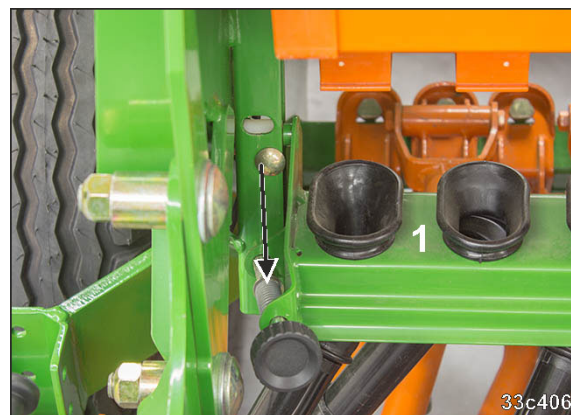

Fig. 132
2. Coborâți șina pâlniilor (Fig. 132/1).